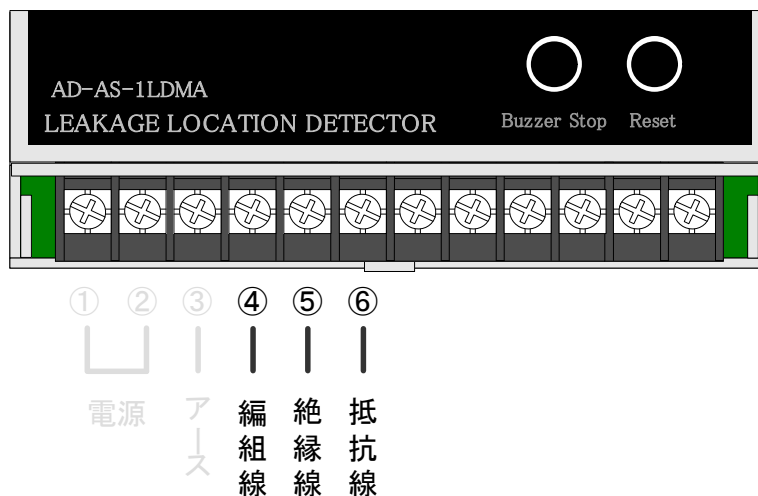

図 5. センサ接続端子
④編組線、⑤絶縁線、⑥抵抗線をそれぞれ接続してください。(図 5参照)